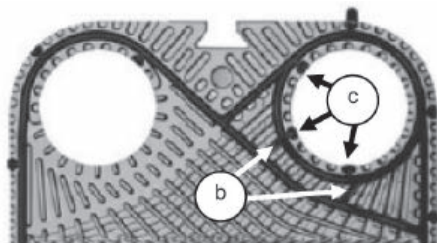

Fig.9
- Pour la moitié de joint dont la plaque dispose d'un logement correspondant à chaque Plug-in® (Fig.9-c), positionnez le joint, insérez les Plug-in® dans leur logement et encollez les barrettes de liaison Fig.9-b.
d'éliminer les barrettes de liaison (Fig.9-b).
NOTA: certaines plaques ne disposent pas d'emplacement sur le pourtour des collecteurs pour insérer les Plug-In® des joints, il faut donc les couper avec des ciseaux. Pour ces plaques, il faut également couper les barrettes de liaison Fig.9-b. La zone non maintenue des joints doit alors être maintenus par collage. Nous conseillons d'encoller en totalité les joints d'échangeur DN200.